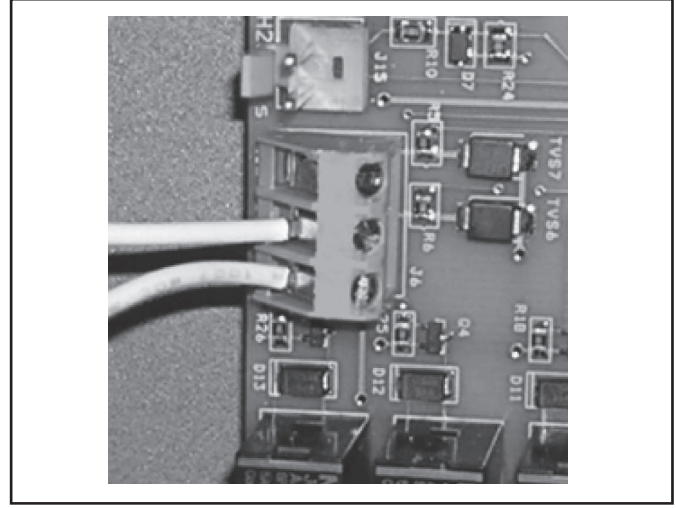

Figura 10b. Conexión a AquaLink RS o TSTAT remoto (conexión de 2 cables)
- Conecte el cableado del sistema de control de la piscina/del hidromasaje al terminal del control remoto de la bomba de calor (consulte la Figura 10b).